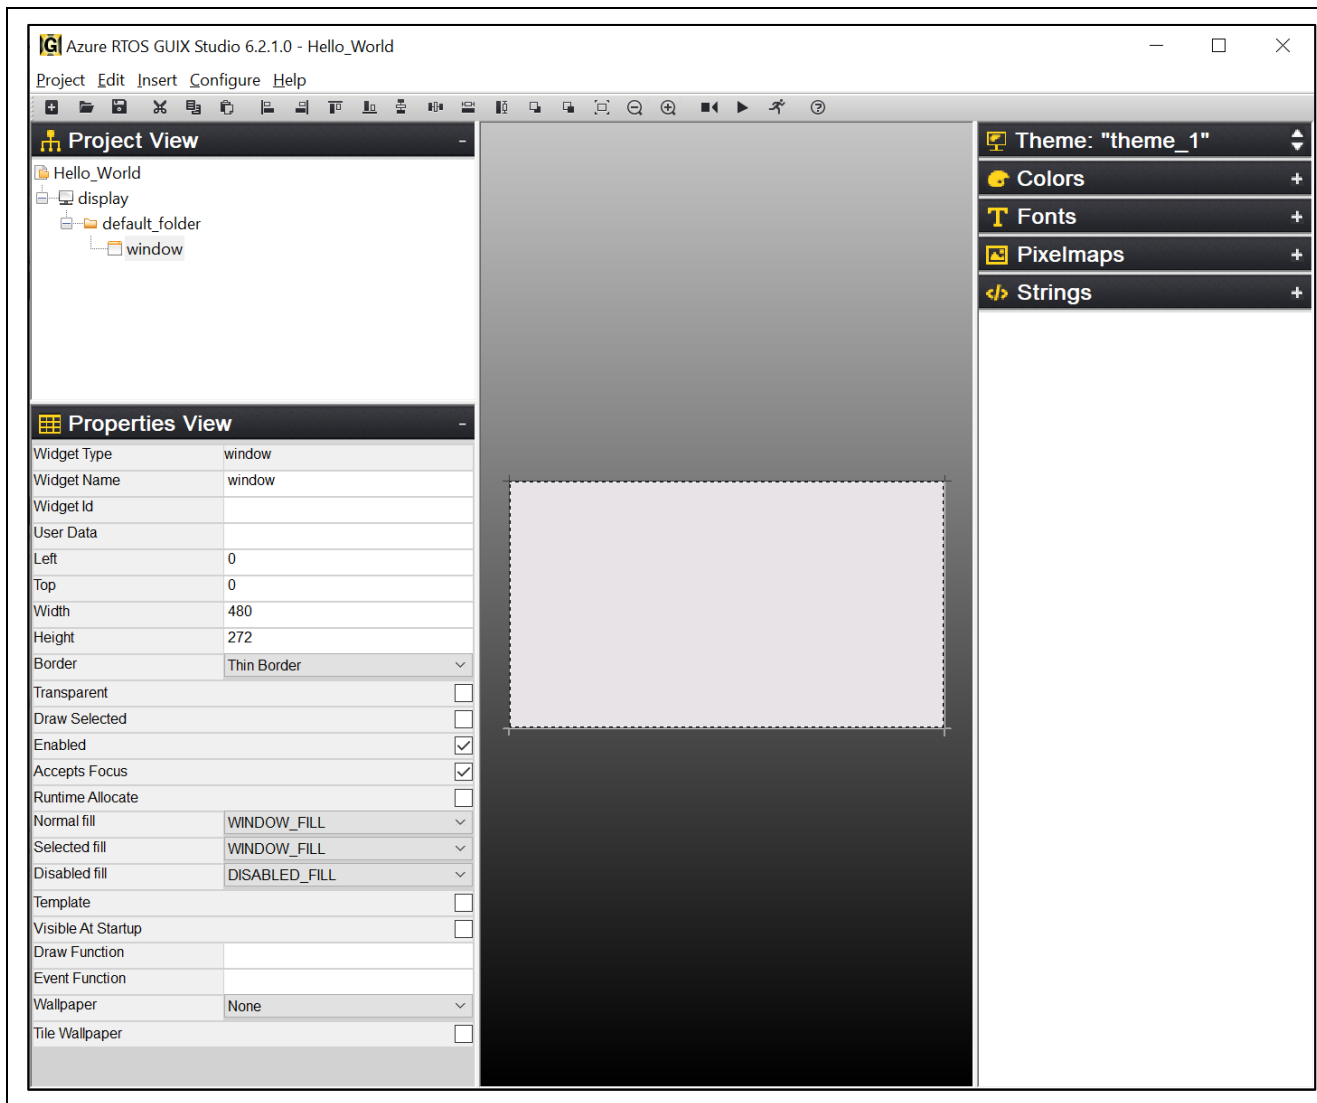

図 41. 新規プロジェクト Hello World 設定後
4. 新規プロジェクト Hello World を開始すると図 41 のようになります。